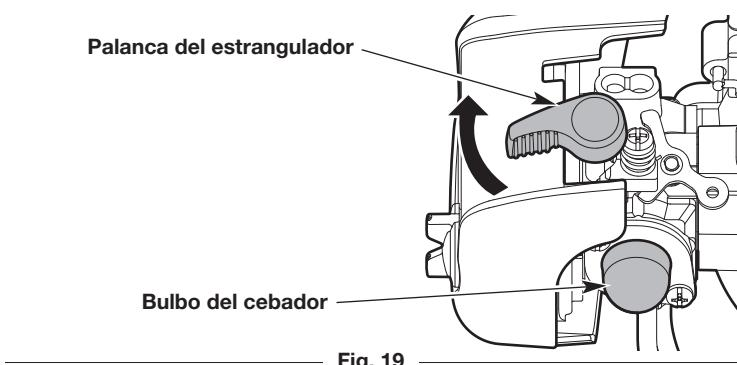

Fig. 19
1. Presione y luego suelte el bulbo del cebador lentamente **10 veces** (Fig. 19).
2. De vuelta la palanca del cebador en el sentido de las agujas del reloj hasta que encaje bien en su lugar (Fig. 19).
1. Oprima y suelte despacio la pera del cebador **10 veces** (Fig. 19).